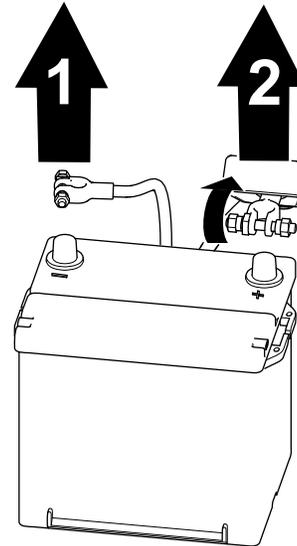

Figura 2
1. Desconecte el cable negativo de la batería del borne de la batería (Figura 2).
2. Desconecte el cable positivo de la batería del borne de la batería (Figura 2).